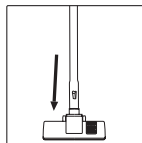

Рис. 3
- Выдвиньте нижнюю часть телескопической трубки (4) на необходимую длину, предварительно нажав на фиксатор (3) (рис. 3).
- Выберите необходимую насадку – щётку для пола/ковровых покрытий (1), щелевую насадку (28), комбинированную щелевую насадку (29) или насадку для паркета (27) и подсоедините её к телескопической удлинительной трубке (4).
- Щелевую насадку (28) и щётку для чистки мебели/мебельной обивки (29) можно присоединять к ручке гибкого шланга (5).